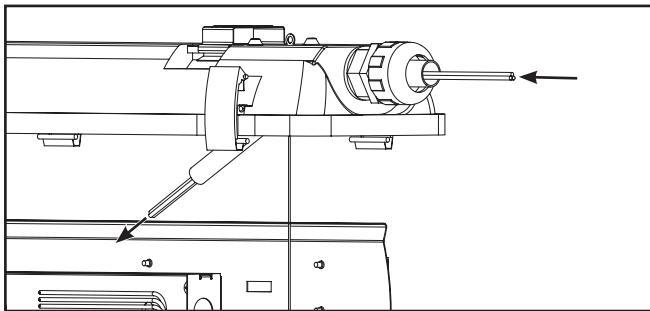

Figura 11.
- Alimente la línea de entrada, el neutro y los cables de tierra a través de la conexión del conducto y el conducto de metal flexible. (Figura 11)